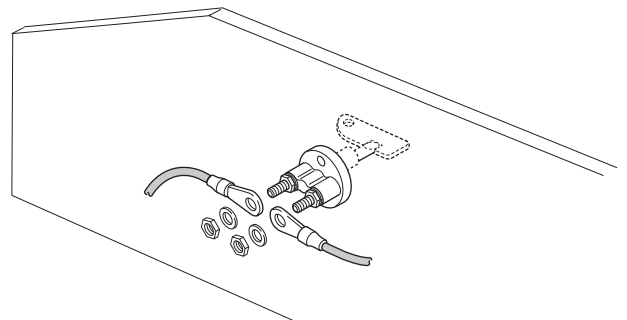
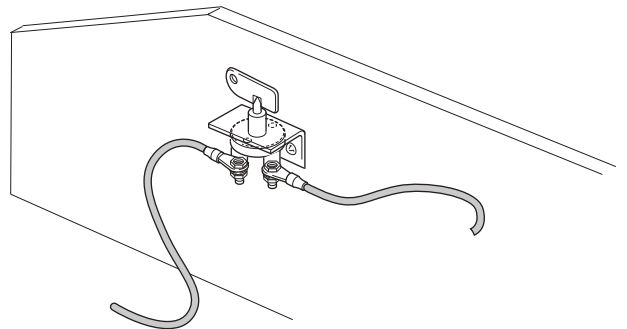

Abb. 42
Abb. 43
- Eine geeignete Befestigungsmöglichkeit für den Batterietrennschalter wählen (siehe Einbaubeispiele (Abb. 42) (Abb. 43)).